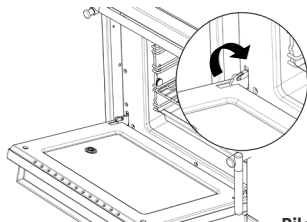

Bild 40
- Die Backofentür langsam ganz öffnen, Klipps an den Türscharnieren wieder zurückklappen, Backofentür schließen (Bild 40).